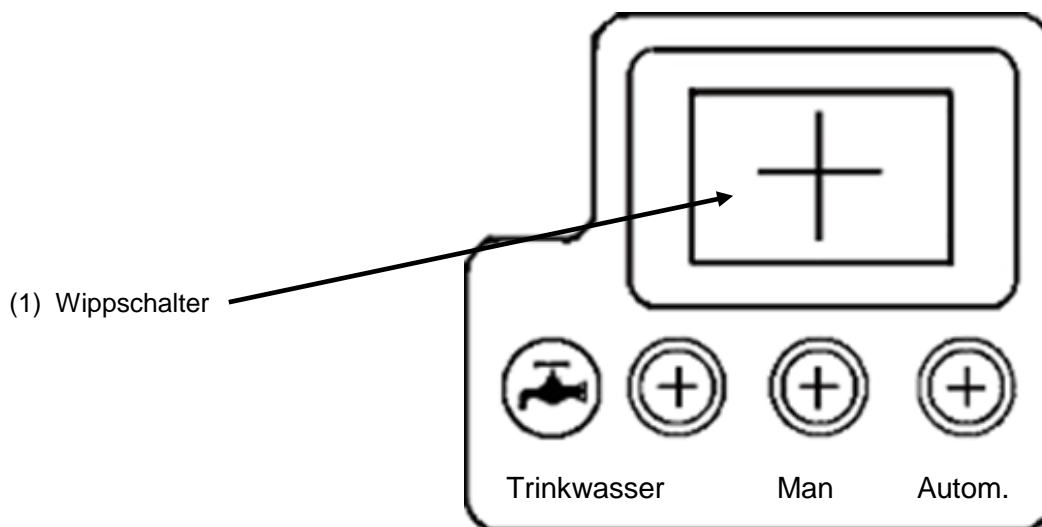

Bild 1 (Ausschnitt aus der Platine)
4. Bedienung der Steuerung (Siehe Bild 1)